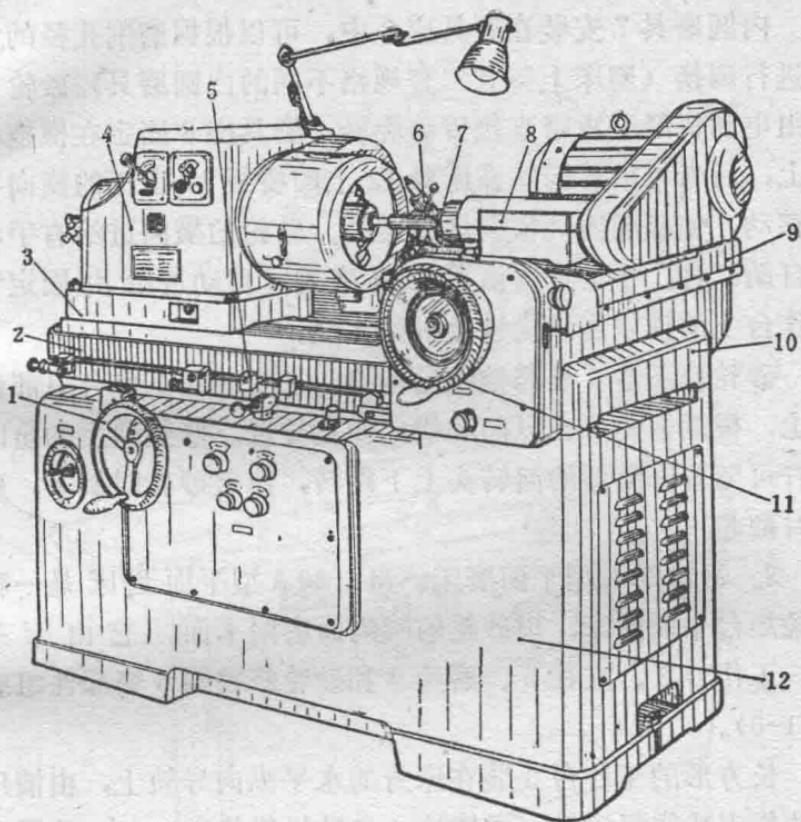

图1-4 M2110型内圆磨床
**2. M2110型内圆磨床** M2110型内圆磨床可磨削圆柱孔和圆锥孔，它由床身 12、工作台 2、床头箱 4、内圆磨具 7 和砂轮修整器 6 等部件组成（图 1-4）。